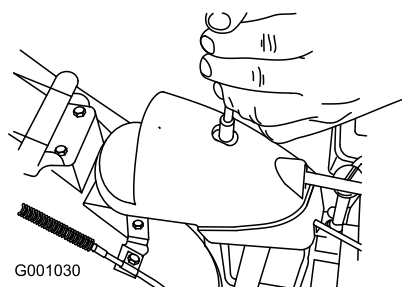

Figure 59
1. Retirez la fixation du couvercle du secteur denté (Figure 59), soulevez l'avant du couvercle et faites-le coulisser en arrière de façon à l'écarter.